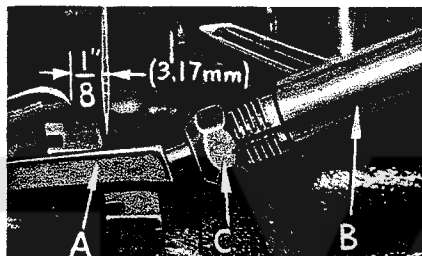

Fig. 5
Bei allen in diesem Katalog angeführten Maschinen, führe den Untergreifer (A, Fig. 5) in die Bohrung der Stange (B) ein. Bei linksseitiger Endstellung des Greifers stelle die Greiferspitze mit einem Abstand von $1/8'' = 3,2 \text{ mm}$ zur Nadelmittle ein, wobei die Greiferlehre Teil Nr. 21225- $1/8$ benutzt werden kann. Die Nadel darf vom Untergreifer nicht weggedrückt werden. Ziehe Mutter (C) fest an.
On all of the Styles covered in this catalog insert lower looper (A, Fig. 5) into bar (B). With lower looper at left end of its stroke, set looper point $1/8'' = 3,2 \text{ mm}$ from center of needle (Fig. 5), using looper gauge No. 21225- $1/8$. Do not have lower looper deflecting needle. Tighten nut (C).